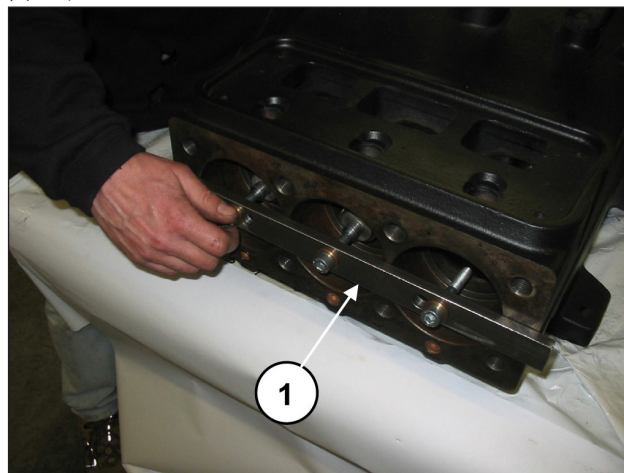

图 26
将半连杆向液压部分的方向前移, 使之从轴中出来。为方便操作, 可使用专用工具(编号 27566200), (位置①, 图 26)。